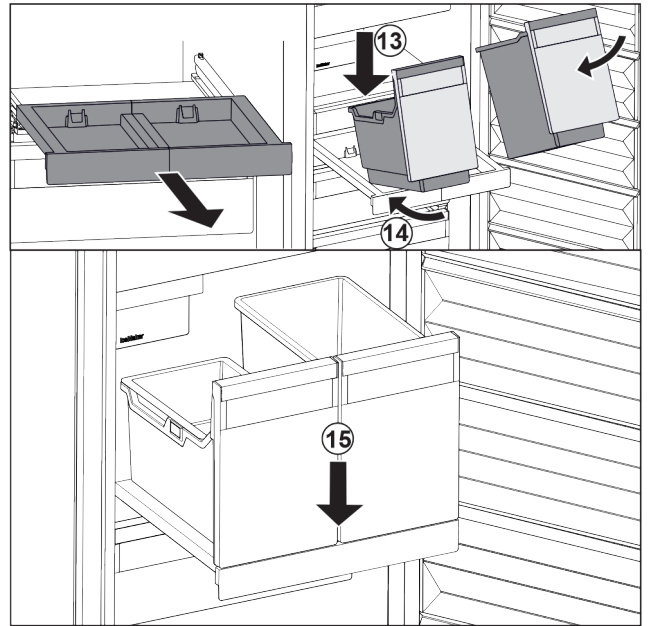

Fig. 102
- ▶ 将容器斜放在拉出式搁板上。 Fig. 102 (13)
- ▶ 将容器斜着向后推入。 Fig. 102 (14)
- ▶ 放下容器前部。 Fig. 102 (15)